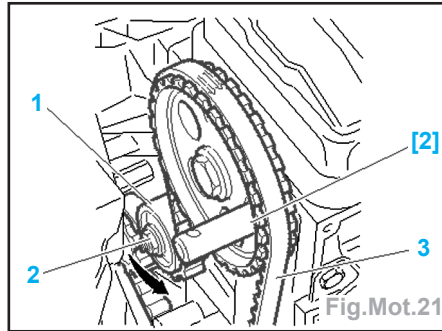

Fig.Mot.21
- Piger l'arbre à cames à l'aide de la pigne [2] (Fig.Mot.21).